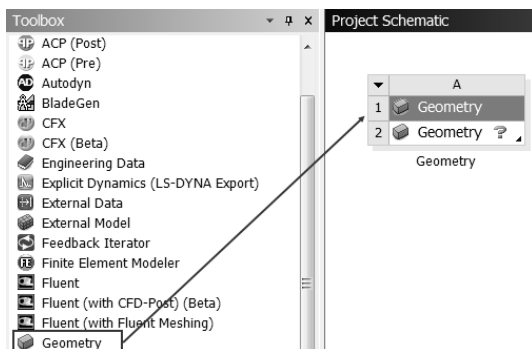

图 13-41 创建分析项目 A
Step2: 双击主界面 Toolbox (工具箱) 中的 Component Systems Geometry (几何) 命令,即可在 Project Schematic (项目管理区) 创建分析项目 A,如图 13-41 所示。